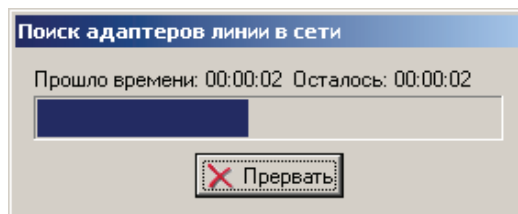

Рисунок 4.11
4.1.4.4 В окне Параметры обмена нажать кнопку **Считать**. При этом откроется окно **Поиск адаптеров линии в сети** (См. рисунок 4.11), в котором последовательно будет происходить поиск АЛ-01 в сети.